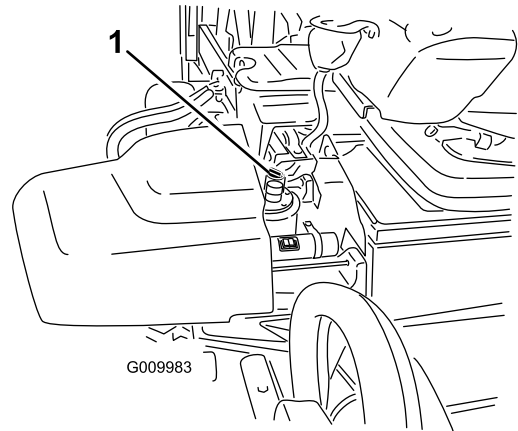

Figura 17
3. Limpie la zona alrededor del cuello de llenado y el tapón del depósito hidráulico (Figura 17). Retire el tapón del cuello de llenado.